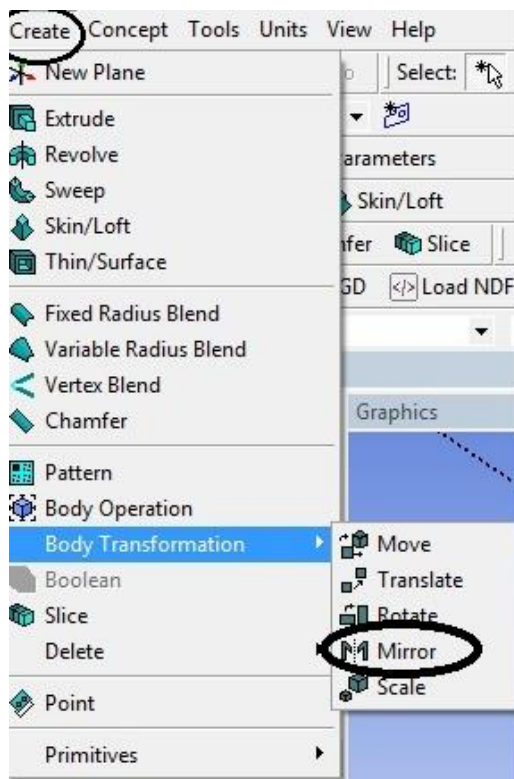
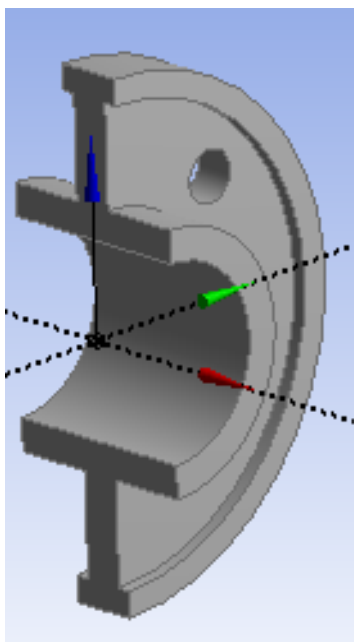

Рис. 12 Операція дзеркального відображення тіла **Body**
Рис. 13. Дзеркально-симетрична половина диску
3.10. Побудова половини моделі диску та повної моделі здійснюється з використанням операцій дзеркального відображення тіла **Body** (рис. 12). Результати послідовного виконання операцій показано на рис. 13 і 14.